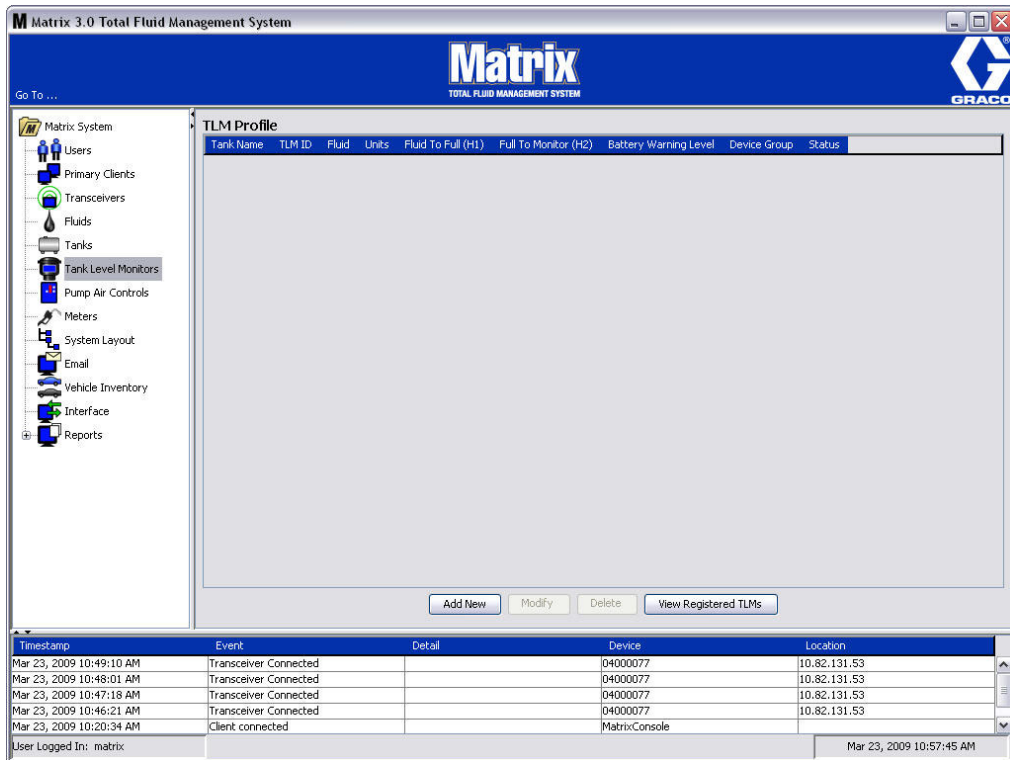

FIG. 107
La pantalla que se representa en la FIG. 107 de la página 85 se utiliza para agregar, editar, quitar y crear un perfil para los monitores de nivel de tanque (TLM) del sistema Matrix. Cada monitor de nivel de tanque (TLM) incluye una ID dispositivo única. La ID de dispositivo es lo que diferencia a un TLM de otro.
2. Para crear un perfil y agregar un nuevo monitor de nivel de tanque al sistema Matrix, haga clic en el botón Agregar nuevo (FIG. 107).